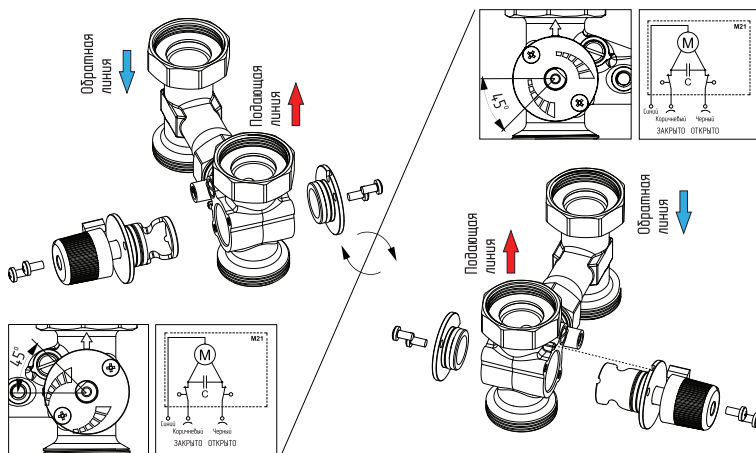

Рис.3 Реверсивная перестановка клапана
- Открутите винты фиксации ручки клапана с сердечником и задней заглушкой, вытащите компоненты (как показано на **Рис.3**);
- Установите ручку с сердечником и заднюю заглушку в 3-х ходовой клапан, (**Рис.3**);